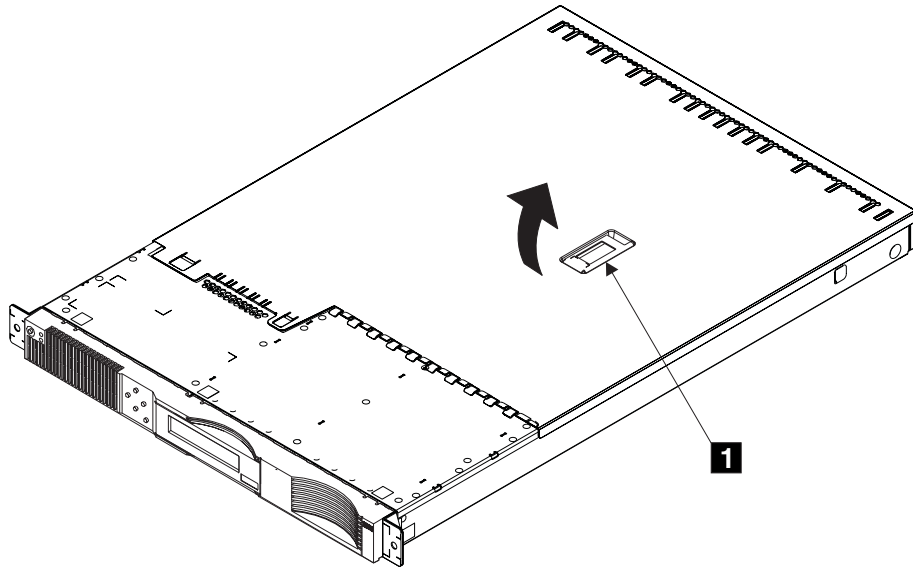

図 35. 上部カバーの取り外し
3. レバー **1** を持ち上げます。このアクションで、上部カバーが後方に約 13 mm (0.5 インチ) 移動します。 188 ページの図 35 を参照してください。